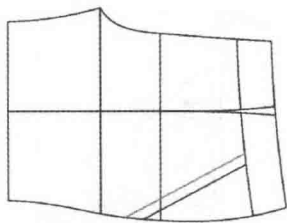

图 7-96 画贴袋步骤 3
③选择  【比较长度】工具测量出刚画的线段长度为 15.88cm (图 7-96)。